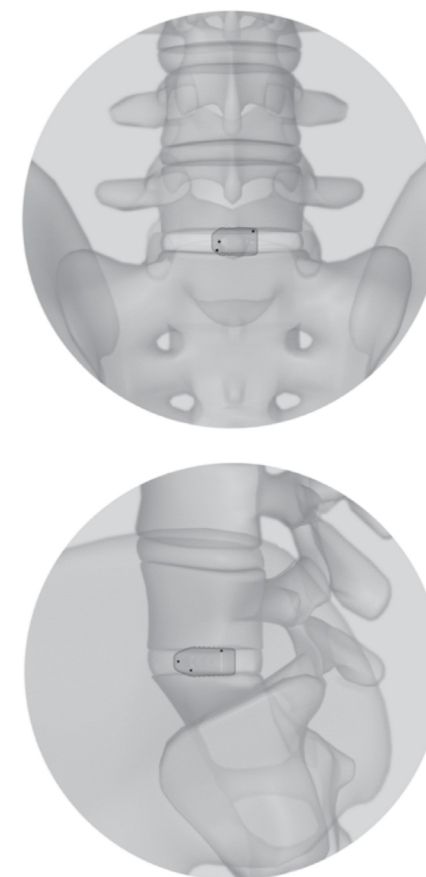

图 7a
- 用 x 光片正侧位透视确认融合器是否在正确的位置（图 7a）。
- 融合器一般要配合钉棒或钉板系统使用。后路一般钉棒，前路钉板。（图 7a）。